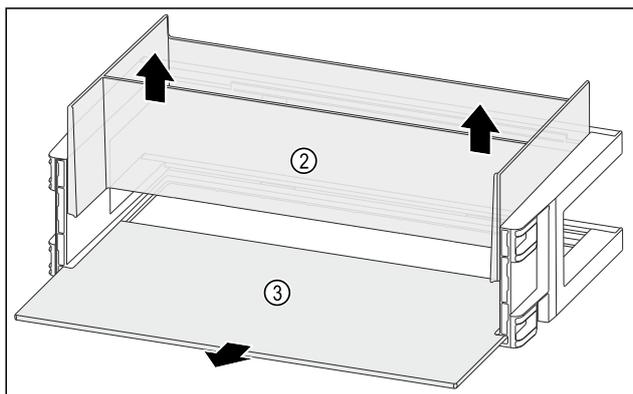

Fig. 109
- Retirer l'Organizer Fig. 109 (2) vers le haut.
- Retirer la tablette de rangement Fig. 109 (3).